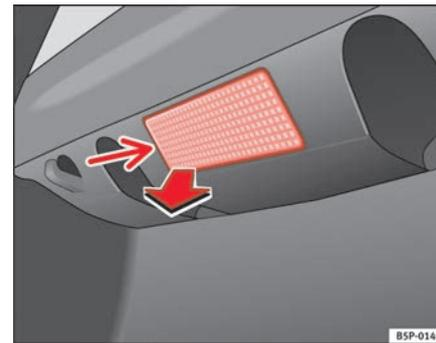

Fig. 174 Feu du coffre à bagages
- Retirez la tulipe en faisant pression sur le rebord de la partie intérieure de celle-ci -flèche- à l'aide d'un tournevis plat ⇒ fig. 174. ►